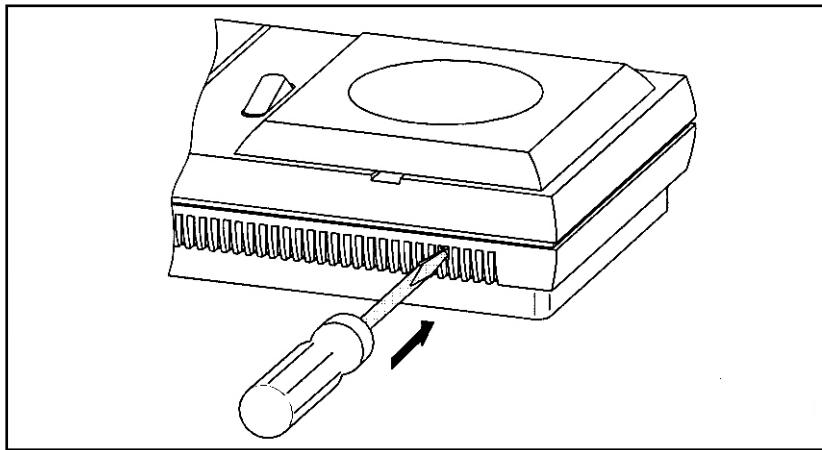

Рис. 5
Для монтажа регулятора комнатной температуры необходимо снять ручку настройки температуры вместе с юстировочным диском. После чего нажатием пружин на нижней части корпуса отделить крышку корпуса от ее нижней части при помощи отвертки (рис. 5 слева и справа). Нижнюю часть корпуса прикрепить на стене и подключить как на рисунке 6.
Снятие крышки корпуса посредством нажатия пружин нижней части корпуса (рис. 5 слева и справа) открывает доступ к потенциометру (7), на котором можно установить режим пониженной комнатной температуры в пределах от 2 до 10 K.